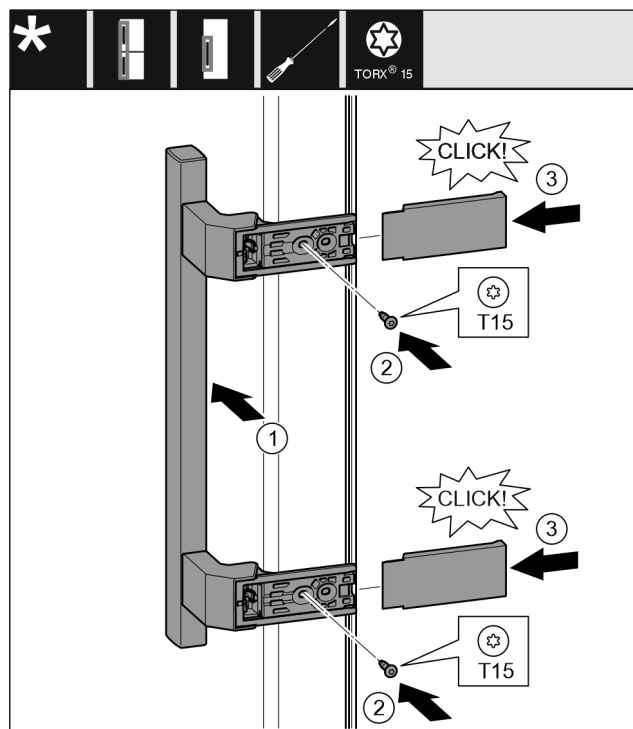

Fig. 23
- ▶ Sett håndtaket på på motsatt side. Fig. 23 (1)
- ▶ Skru fast skruene med skrutrekker T15. Fig. 23 (2)
- ▶ Sett dekslene på på siden, og skyv dem på. Fig. 23 (3)